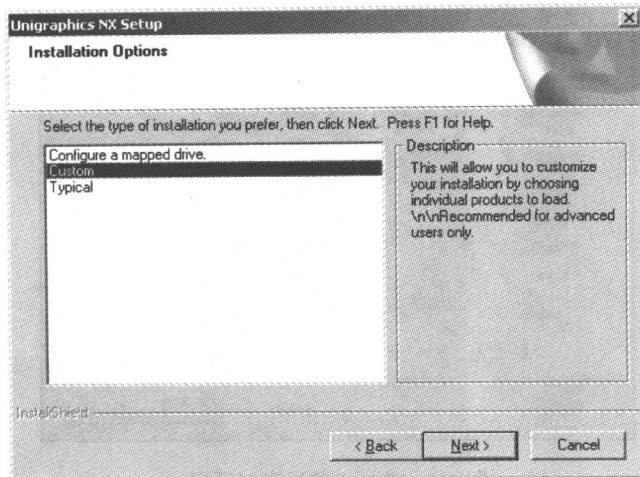

图 1-2 选择安装方式对话框
- 系统出现安装方式对话框,如图 1-2 所示,选择 Custom 安装方式,单击 Next 按钮。